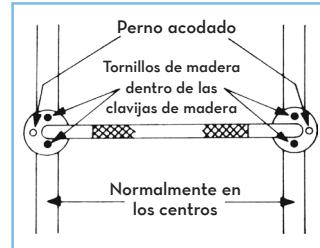
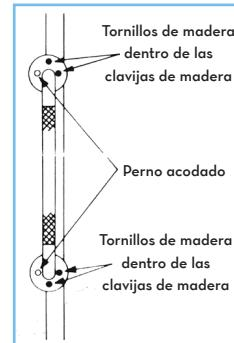

figura 1
figura 2
1. Ubique la barra de sostén sobre la pared en línea con las clavijas de la pared y marque la ubicación de los orificios de los tornillos. (La Fijación horizontal Ve la Figura 1, la Fijación Vertical Ve la Figura 2.) Despues de decidir el tipo de acoplamiento, taladre un pequeño agujero para confirmar la ubicación de la clavija.